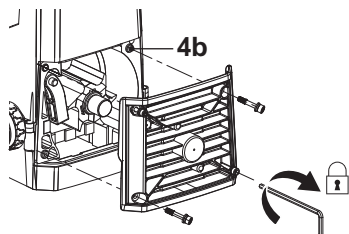

Fig. 15
5. Reponha a contra-lâmina e a lâmina de corte (se tiverem sido removidas), a proteção (Fig. 15, passo 1) e aperte os parafusos (x4) (4a) para fixar a posição, utilizando a chave sextavada (24) (Fig. 15, passo 2). Certifique-se de que os parafusos com a rosca mais curto são instalados nos orifícios superior direito e inferior esquerdo (Fig. 15).